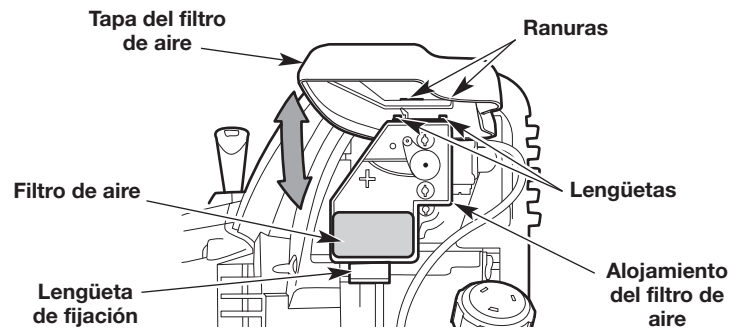

Fig. 29
1. Abra la cubierta del filtro de aire: oprima la lengüeta de fijación y gire la cubierta del filtro de aire hacia arriba (Fig. 29).
2. Extraiga el filtro de aire de su alojamiento (Fig. 29).
6. Vuelva a instalar el filtro de aire en su alojamiento (Fig. 29).
7. Cierre la cubierta del filtro de aire: inserte las lengüetas de la alojamiento del filtro de aire dentro de las ranuras de la cubierta del filtro de aire. Gire la cubierta del filtro de aire hacia abajo y oprímala para cerrarla hasta que la lengüeta de fijación entra a presión en su lugar (Fig. 29).